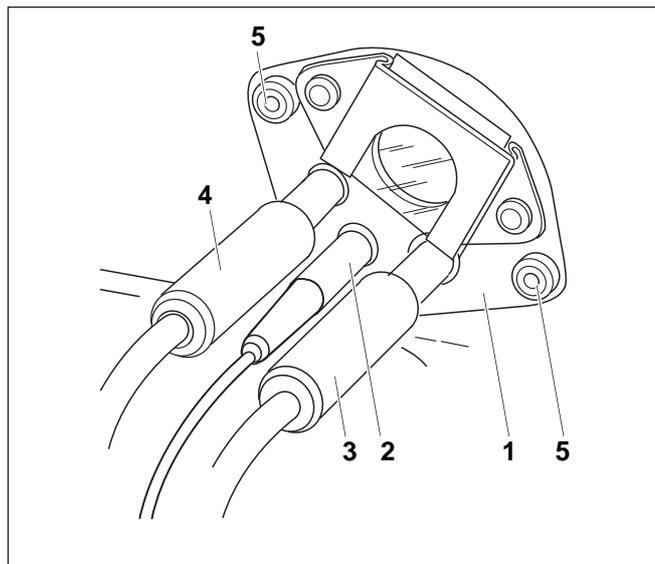
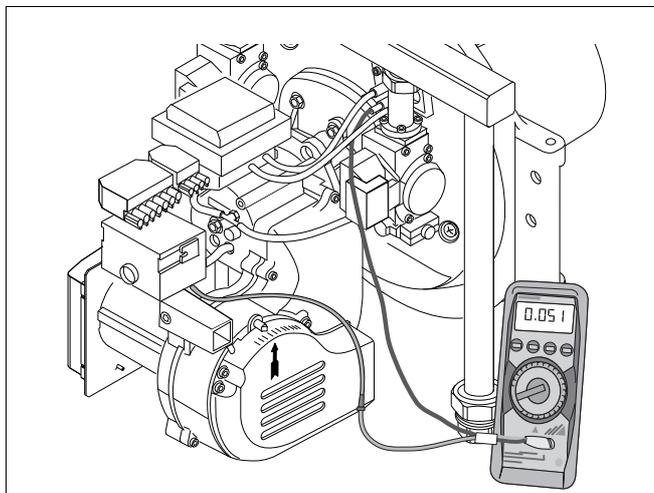

Рис. 29 Блок электродов
Рис. 30 Измерение ионизационного тока
- Отсоедините провода от ионизационного (рис. 29, **поз. 2**) и от запальных (рис. 29, **поз. 3** и **4**) электродов.
- Отверните два винта (рис. 29, **поз. 5**) на блоке электродов (рис. 29, **поз. 1**).
- Закрепите двумя винтами (рис. 29, **поз. 5**) новый блок электродов (рис. 29, **поз. 1**) с новым уплотнением и отрегулируйте его.
- Подсоедините провода к ионизационному (рис. 29, **поз. 2**) и к запальным (рис. 29, **поз. 3** и **4**) электродам.
- Отсоедините провод от ионизационного электрода (рис. 29, **поз. 2**).
- Последовательно подключите измерительный прибор между ионизационным кабелем и ионизационным электродом (рис. 29, **поз. 2**). Выберите на измерительном приборе диапазон постоянного тока в мкА (рис. 30).